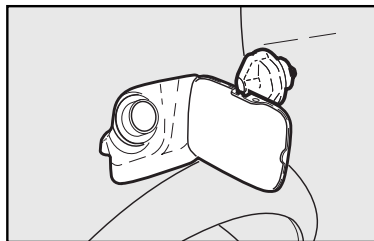
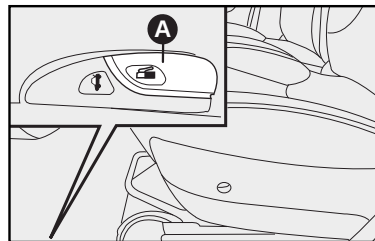

fig. 97
fig. 98
- Luego de retirada la tapa de su alojamiento, colóquela en el soporte sobre la puerta **fig. 97**. Para algunas versiones, es posible desbloquear la puerta de acceso a la tapa de combustible desde adentro del vehículo, por medio de la palanca **A-fig. 98**. Hale de la palanca por la parte delantera.